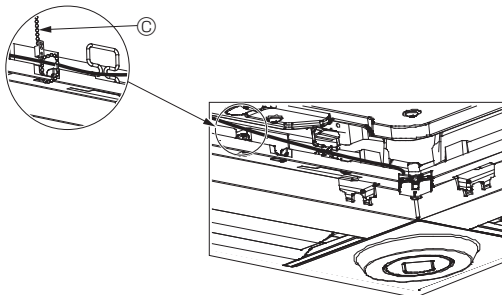

Fig. 10-12
- Fissare i cavi dell'i-see Sensor e del ricevitore di segnale al pannello con il dispositivo di attacco come illustrato nello schema, in modo che non siano allentati, quindi tagliare l'estremità in eccesso del dispositivo di attacco. (Fig. 10-12)
- Se la posizione dell'i-see Sensor è stata cambiata da "o" (E) a "□" (F), modificare le impostazioni della funzione. (Consultare pagina 13).